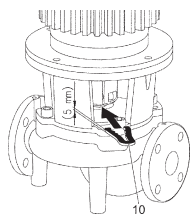

Fig. 13: Aanbrengen van de montagevork
10. Schuif de montagevork (Fig. 13, pos. 10) tussen het lantaarnstuk en de koppeling. De montagevork mag geen speling hebben.
13. Schuif de montagevork (Fig. 13, pos. 10) tussen het lantaarnstuk en de koppeling. De montagevork mag geen speling hebben.